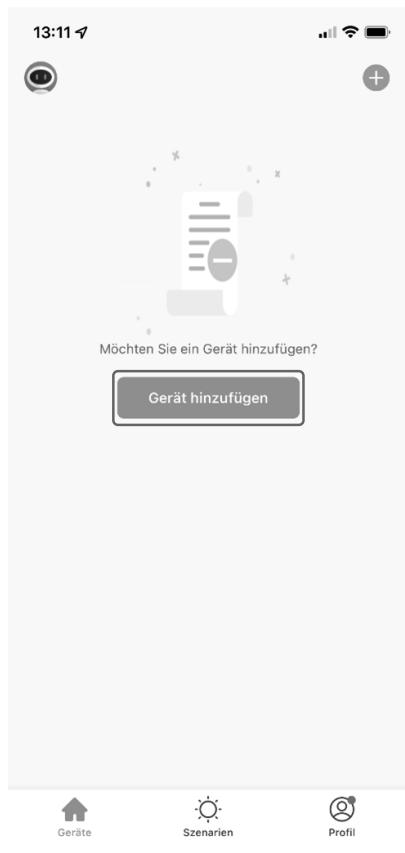

Fig. 1
- ▶ Si todavía no ha registrado ningún aparato en la *app* MEDION® Life+, pulse el botón **GERÄT HINZUFÜGEN** (véase fig. 1).